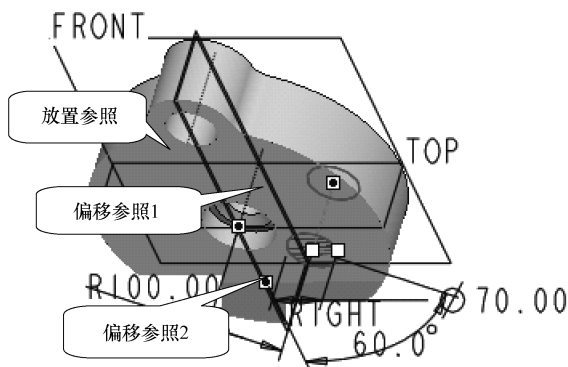
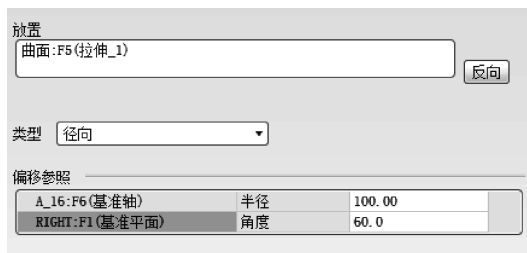

图 7-32 设置参照
图 7-33 设置孔放置类型
(16) 单击【工程特征】工具栏中的【孔】按钮，弹出【孔】操控板。
(17) 在操控板中单击【放置】按钮，弹出【放置】下滑面板，此时【放置】参照收集器处于淡绿色激活状态，在图形区单击轮盘前端面作为钻孔面。
(18) 在【放置】下滑面板中的【类型】下拉列表框中选择【径向】类型。单击【偏移参照】收集器，使其处于淡绿色激活状态。
(19) 在图形区选择基准轴 1 作为第 1 个偏移参照，在图形区双击半径尺寸，在出现的文本框中输入数值“100”，在图形区单击鼠标中键或按〈Enter〉键接受该值。
(20) 按住〈Ctrl〉键选择“RIGHT”基准面作为第 2 个偏移参照，在图形区双击角度尺寸，在出现的文本框中输入数值“60”，若方向不对可输入“-60”，参照选取情况和【参照】下滑面板分别如图 7-32 和图 7-33 所示。